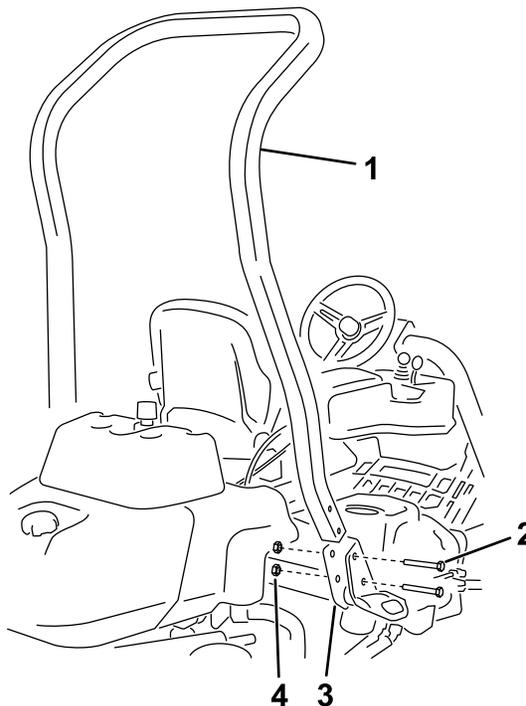

Рисунок 3
3. С помощью 4 болтов (1/2 x 3 3/4 дюйма) и 4 фланцевых гаек (1/2 дюйма) установите защитную дугу в кронштейны конструкции ROPS на каждой стороне машины, как показано на Рисунок 3.